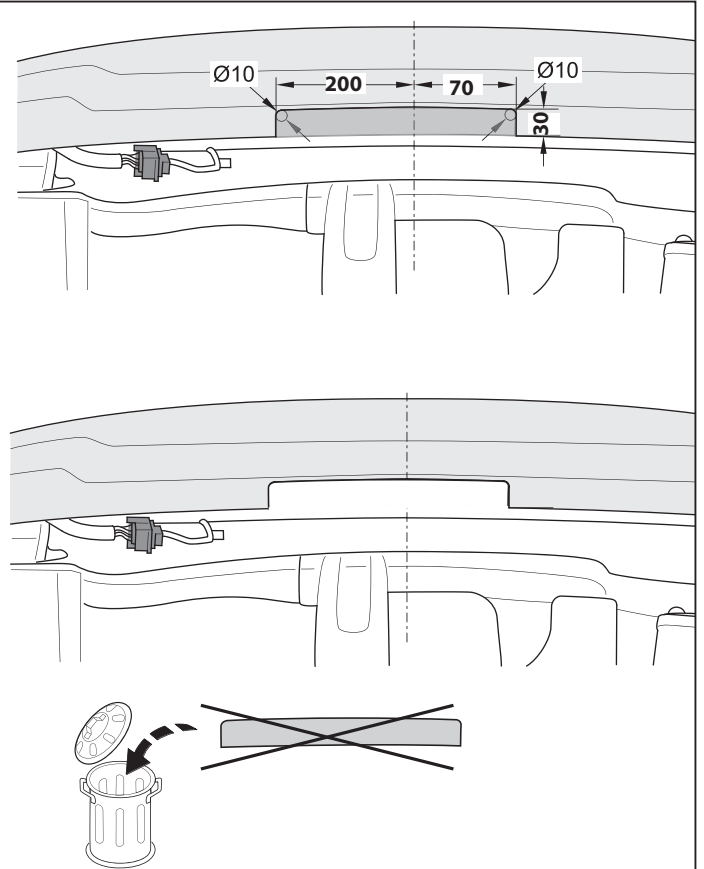

Fig. 2
3. Выпилить часть из бампера в середине снизу, как указано на рис. 2.